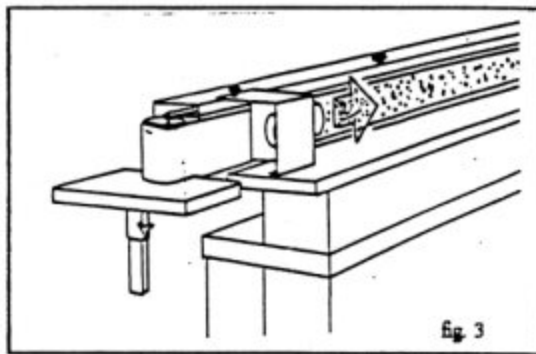

fig. 3
- b) machine avec 2eme bouche d'aspiration sur demande pour le ponçage au rouleau de pièces courbes (fig. 3)